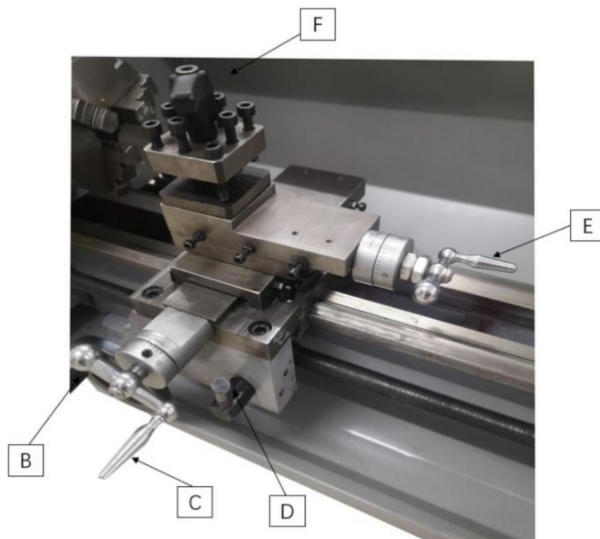

Abb.11
5. Längsverstellungs-Handrad (B, Abb. 11)
6. Querverstellhebel (C, Abb. 11)
7. Halbmutter-Einrückhebel (D, Abb. 11)
8. Verschiebungshebel für zusammengesetzte Auflage (E, Abb. 11)
9. Werkzeughalter-Klemmhebel (F, Abb. 11)